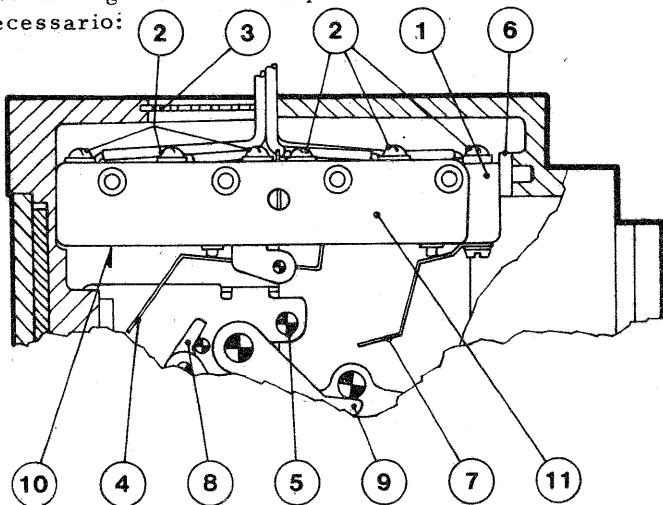

Fig. 10
N.B. - Nella fig. 10 è rappresentata la combinazione più complessa. Le combinazioni possibili sono indicate sullo schema elettrico 401118 di pag. 39, nota C.